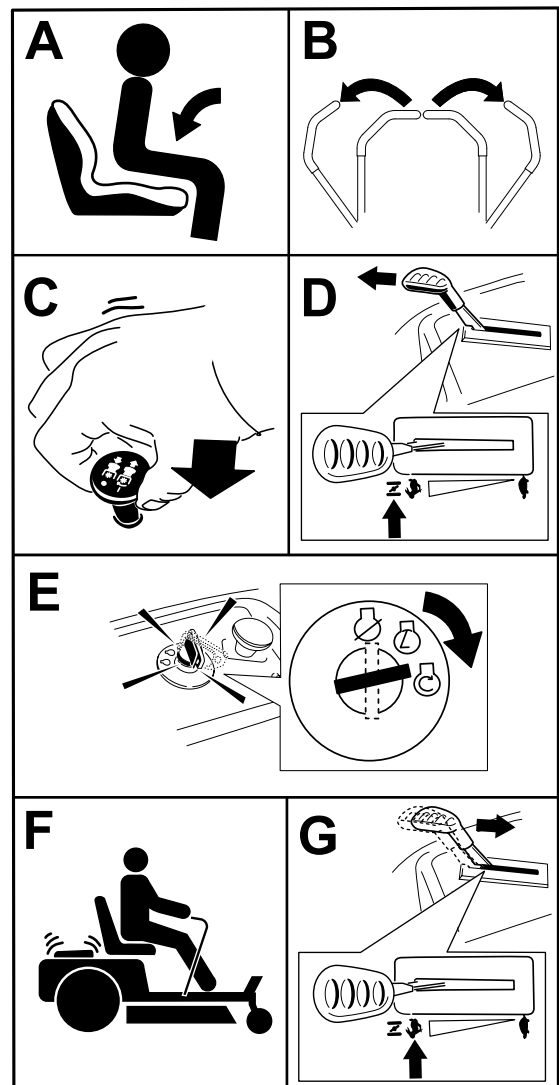

図 19
注 始動しにくい時には、レバーをストップにしっかり押し付けた状態でチョーク ON 位置で始動を試みてください 図 19。
1. ブレードコントロールスイッチをOFF位置にする 図 19。